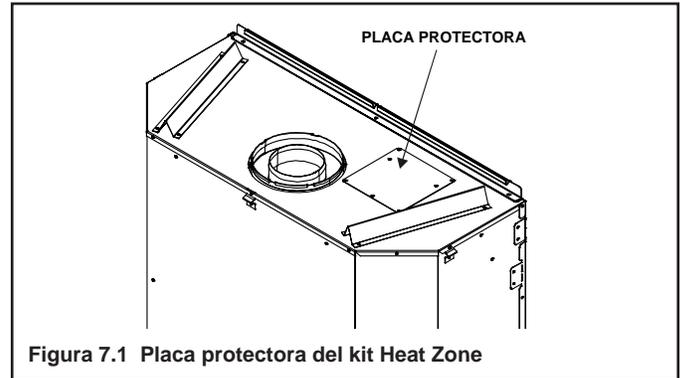

Figura 7.1 Placa protectora del kit Heat Zone
- Retire la placa protectora de la parte superior del aparato y deséchela (vea la figura 7.1).